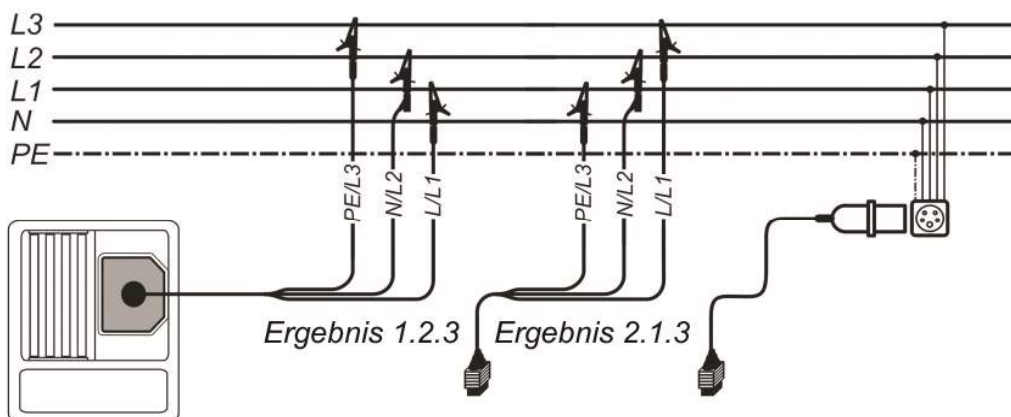
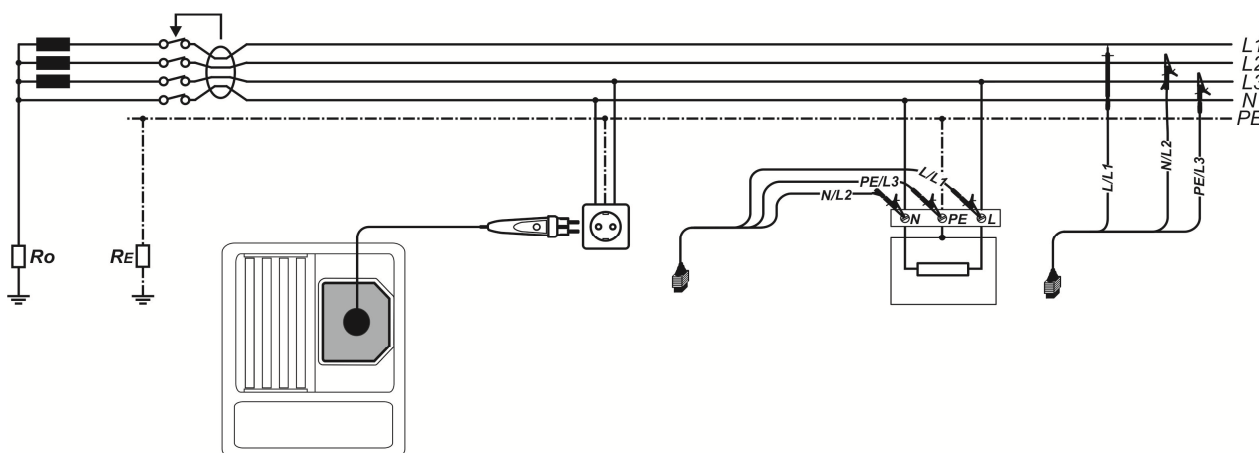

Abbildung 5.2: Anschluss der 3-Leiter-Prüfleitung und des optionalen CEE-Messadapters (044148) im Dreiphasensystem
Abbildung 5.3: Anschluss des optionalen Commander-Prüfsteckers (044149) und der 3-Leiter-Prüfleitung im Ein-/Dreiphasensystem
- Kontaktieren Sie die Prüflleitungen an das Prüfobjekt (siehe Abbildung 5.2 und *Abbildung 5.3*).